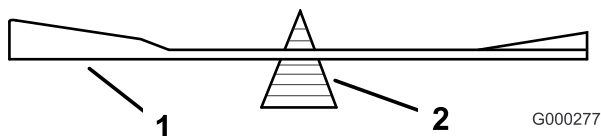

Figura 81
2. Verifique el equilibrio de la cuchilla colocándola sobre un equilibrador de cuchillas (Figura 81). Si la cuchilla se mantiene horizontal, está equilibrada y puede utilizarse. Si la cuchilla no está equilibrada, rebaje algo el metal en la parte de la vela solamente (Figura 79). Repita este procedimiento hasta que la cuchilla esté equilibrada.